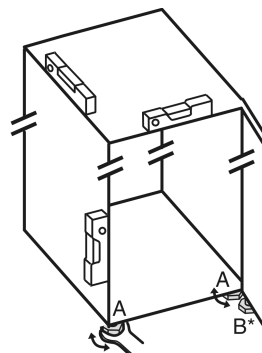

Fig. 51
- ▶ Izmantojot pievienoto uzgriežņu atslēgu un līmeņrādi, izskrūvējiet kājiņas Fig. 51 (A), līdz ierīce ir noregulēta stabilā un taisnā stāvoklī.
- ▶ Izmantojot pievienoto uzgriežņu atslēgu, izskrūvējiet kājiņu Fig. 51 (B) no gultņa balsta, līdz tas atrodas uz grīdas.
- ▶ Pagrieziet kājiņu Fig. 51 (B) vēl par 90°.